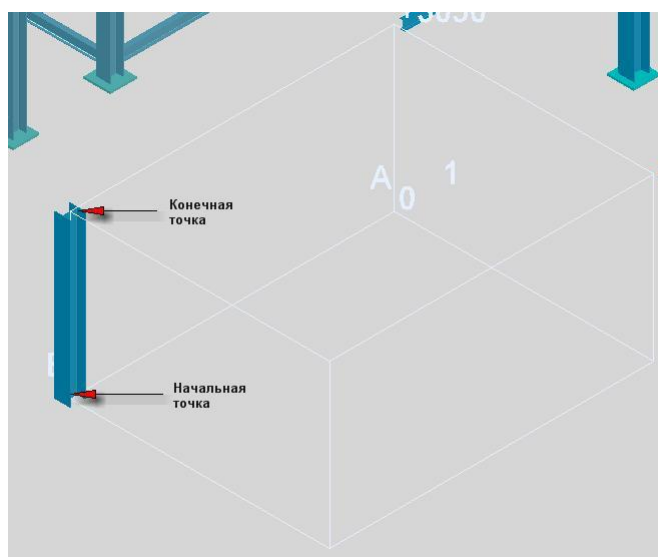

Рис. 48
- С помощью привязки к конечной точке укажите начальную и конечную точки колонны (Рис. 48).